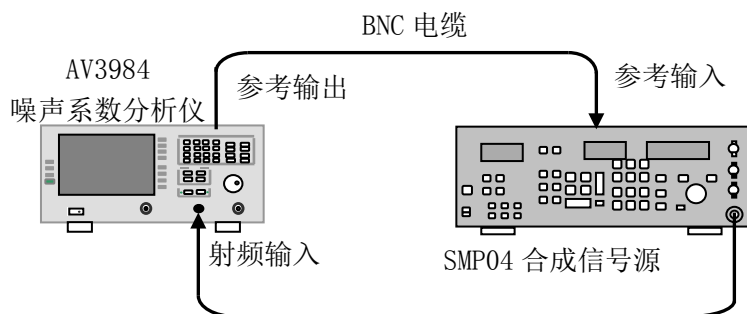

图 10-2 频率调谐准确度测试框图
- 1) 如图 10-2 所示连接测试设备，开机预热 30min。